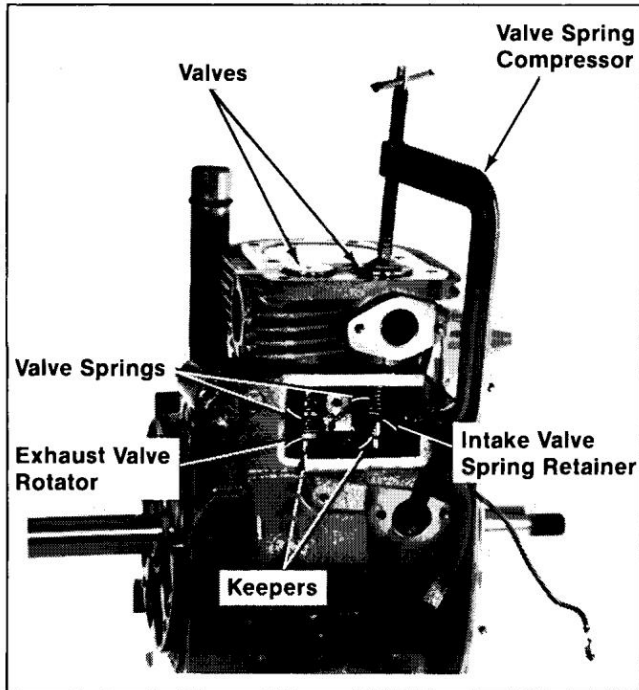

Figure 10-4. Retrait des vannes.
3. Comprimez les ressorts de soupape avec un compresseur de ressort de soupape et retirez les arrêteurs. Reportez-vous à la figure 10-4.